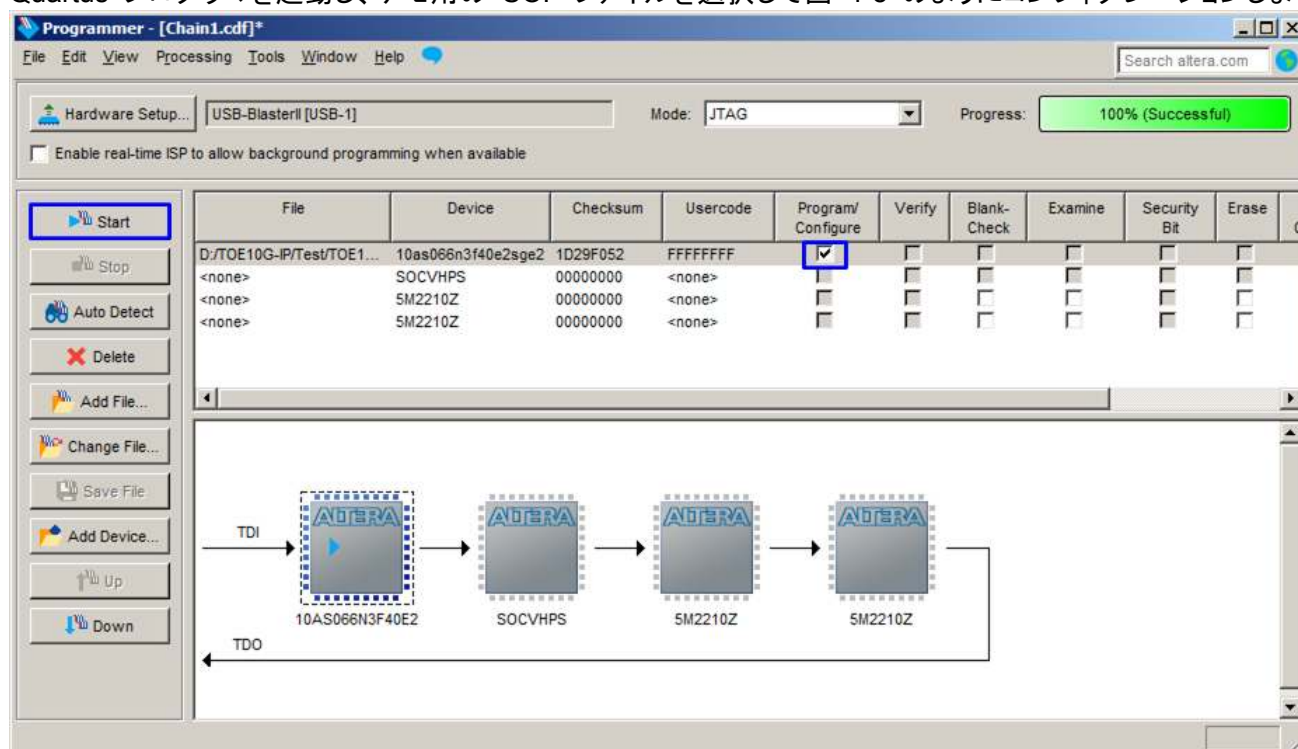

図 4-5: SOF ファイルのコンフィグレーション
- Quartus プログラマを起動し、デモ用の SOF ファイルを選択して図 4-5 のようにコンフィグレーションします。